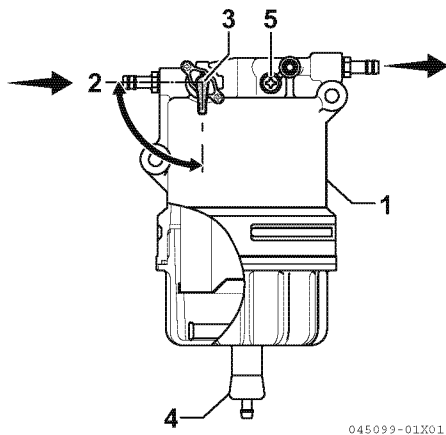

Abbildung 5
1. Einen zugelassenen Auffangbehälter unter den Wasserabscheider (1, **Abbildung 5**) stellen.
2. Kraftstoffventil (3, **Abbildung 5**) durch Drehen in (2, **Abbildung 5**) Position schließen.
3. Den Ablasshahn (4, **Abbildung 5**) unten am Wasserabscheider öffnen. Das angesammelte Wasser ablaufen lassen. Wenn kein Wasser ausläuft, die Entlüftungsschraube (5, **Abbildung 5**) oben am Wasserabscheider 2 bis 3 Umdrehungen gegen den Uhrzeigersinn lösen.
4. Wenn immer noch kein Wasser kommt, den Kraftstoffhahn (3, **Abbildung 5**) öffnen.